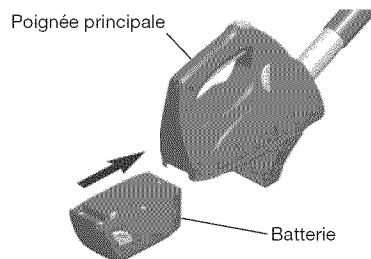

Figure 26 – Batterie assemblée sur la poignée principale
7. Faites glisser la batterie sur la poignée principale jusqu'à ce que les boutons-ressorts s'emboîtent (voir figure 26).